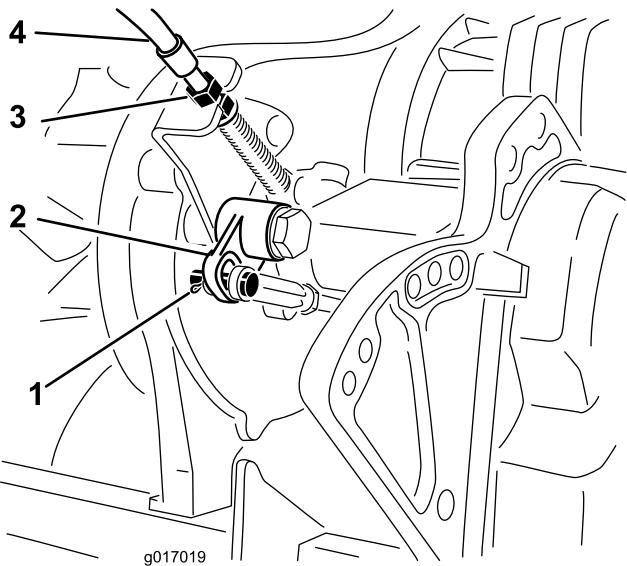

Рисунок 46
Примечание: При наличии слабины отрегулируйте зажимную гайку на переходнике (Рисунок 46) для устранения слабины троса без растяжения пружины.
- Снимите шплинт и шплинтуемый штифт, которые крепят вилку штока к коленчатому рычагу (Рисунок 46).
- Отсоедините вилку от коленчатого рычага прокрутки (Рисунок 46)
- У переходника трансмиссии (Рисунок 46) отрегулируйте зажимные гайки троса так, чтобы уменьшить расстояние до изогнутого рычага в соответствии с предыдущим изменением.